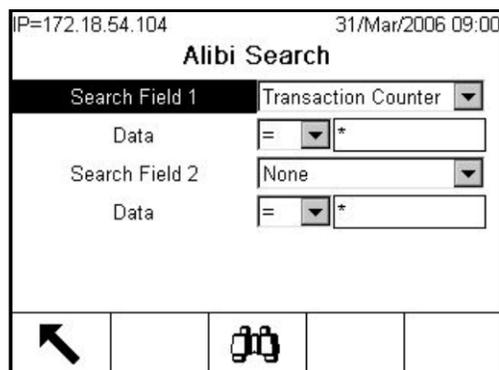

Figure C-1 : Écran recherche Alibi
4. L'écran recherche Alibi s'affiche (Figure C-1).
8. L'écran recherche Alibi s'affiche (Figure C-1).